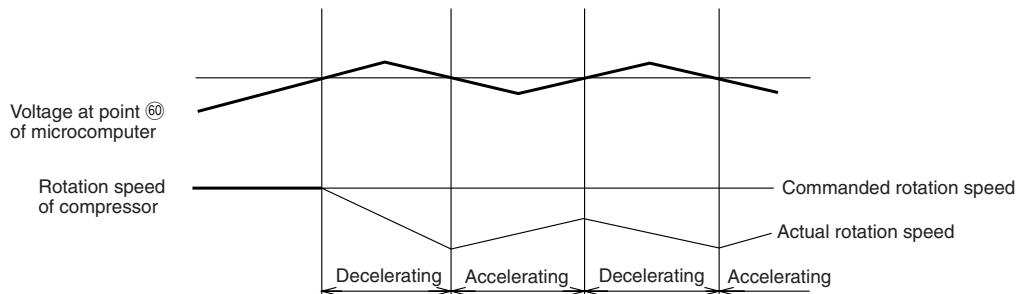

Fig. 8-4
(1) Circuit d'évaluation externe de surcharge
- La tension produite par le courant circulant dans le shunt R est équilibrée par R245 et C220 puis appliquée à la broche ⑤ de IC4. Ensuite, la valeur de la tension amplifiée est appliquée à la broche ⑩ du microprocesseur à des fins de comparaison avec les données internes de la mémoire EEPROM. Lorsque les valeurs correspondent, le microprocesseur se commute en mode de contrôle de surcharge.
- Fig. 8-4 représente la régulation de vitesse de rotation. Lorsque la valeur à la broche ⑩ du microprocesseur dépasse la valeur calée, la vitesse de rotation du compresseur diminue afin de réduire la charge quelle que soit la vitesse de rotation commandée à partir de l'unité intérieure.